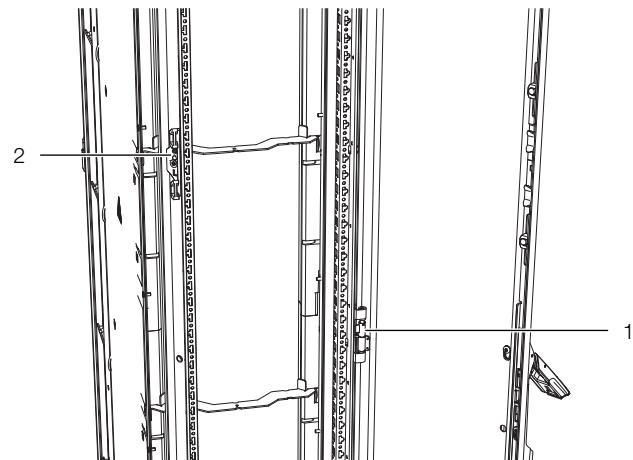

Abb. 35: Befestigungselemente am Liquid Cooling Package – Rückansicht
- Scharnierbolzenaufnahmen (Abb. 35, Pos. 1) sowie zugehörige Verschlussteile (Abb. 35, Pos. 2) am LCP Inline demontieren und analog hinten am Adapter wieder montieren.